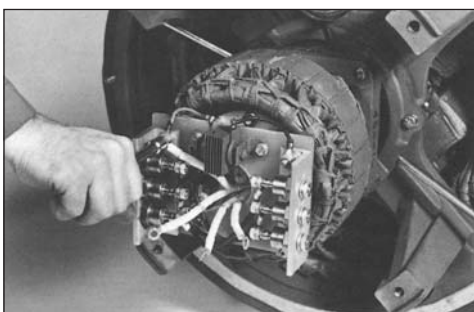

Figura 6-74
2. Observe las marcas de polaridad y conecte los cables del rotor principal al ensamble del rectificador (figura 6-74). Apriete las tuercas a 4 ft-lb (5.4 N-m).